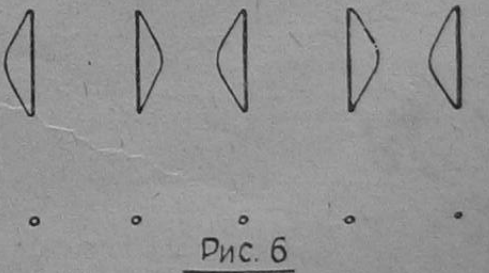

Рис. 6
4) *Сложная направленная попеременно-фазная антенна*, состоящая из нескольких параллельных вибраторов, расположенных как и в предыдущем случае, но колеблющихся в противоположных фазах, т. е. так, что ток в каждый момент направлен в двух соседних вибраторах в противоположные стороны (см. рис. 6).